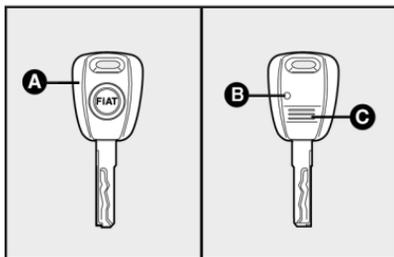

fig. 1a
– Dos llaves, **fig. 1** o dos llaves **A-fig. 1a** (para vehículos con control remoto).
Algunas versiones poseen control remoto, que está incorporado en la llave de arranque, cuando provista de un botón **C-fig. 1a** y de un led **B-fig. 1a**. El pulsador activa el mando a distancia y el led parpadea mientras el transmisor está enviando el código al receptor.
Para bloquear y desbloquear, apriete el botón **C-fig.1a**.